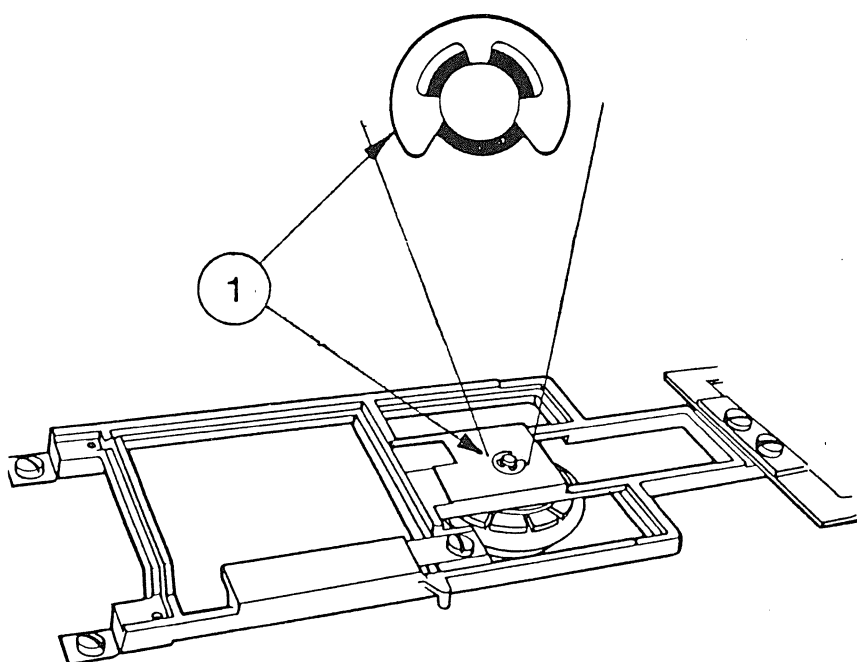

FIGURE 5
4. Avec un tournevis, séparer le circlips (figure 5 No.1) de l'axe qui tient le collet.